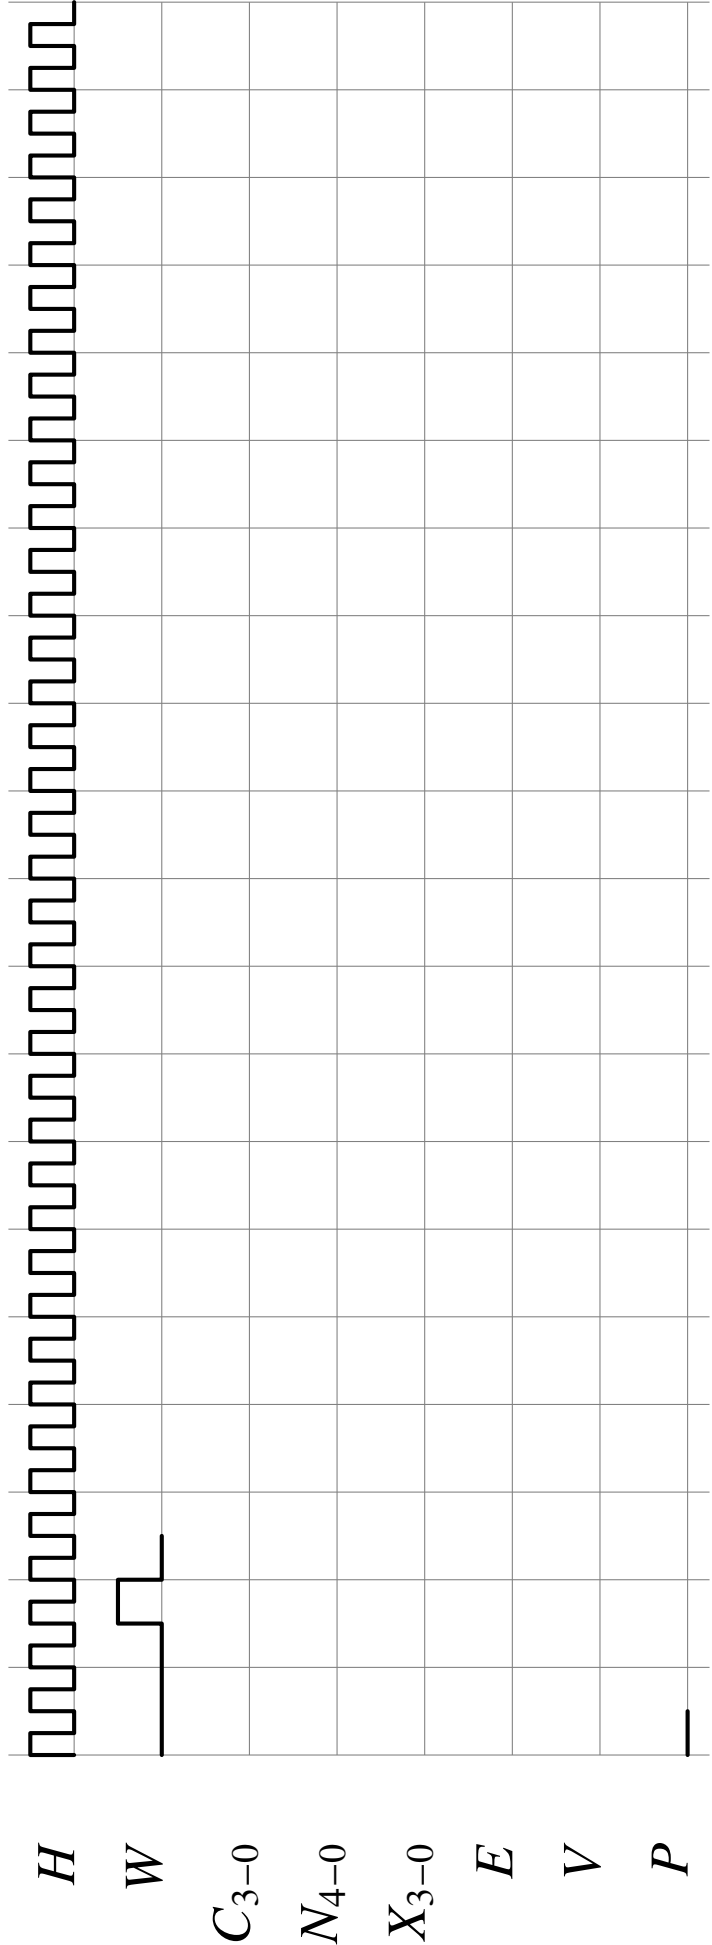

FIGURE 4 – Chronogramme du circuit de génération du signal de consigne.
- 3) A partir des résultats précédents, complétez les lignes C , N et W du chronogramme de la figure 4, après, pendant et avant l'impulsion de W . (Il est conseillé de procéder dans cet ordre.)